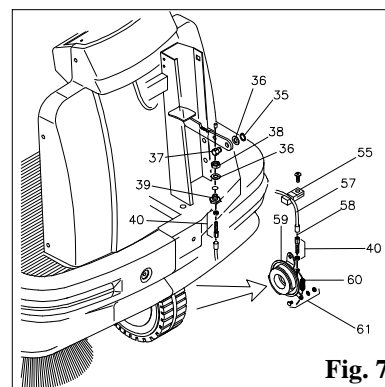

Fig. 7
7.9 SUBSTITUIÇÃO E REGULAÇÃO DO CABO DO TRAVÃO (Ver Fig. 7)